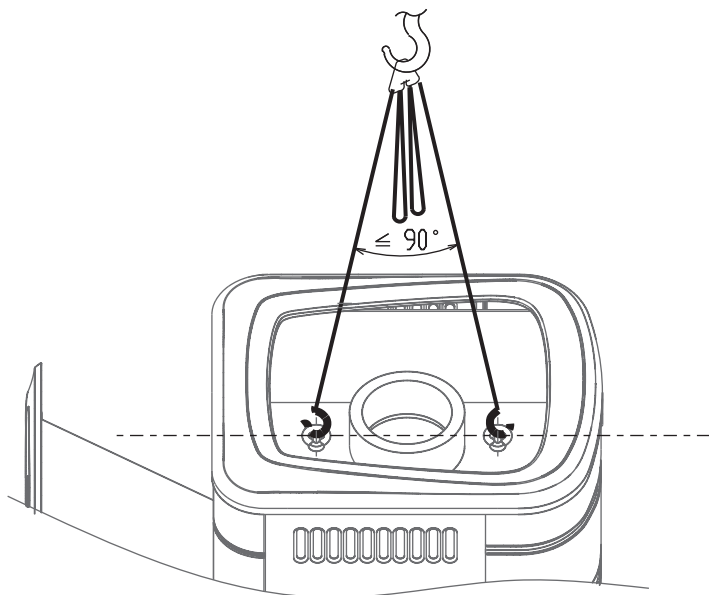

Рисунок 10. Место расположения канатов или цепей для подъема печи
*Внимание!* Для транспортирования печи кольца рымгаек необходимо расположить параллельно продольному сечению печи (рисунок 10).